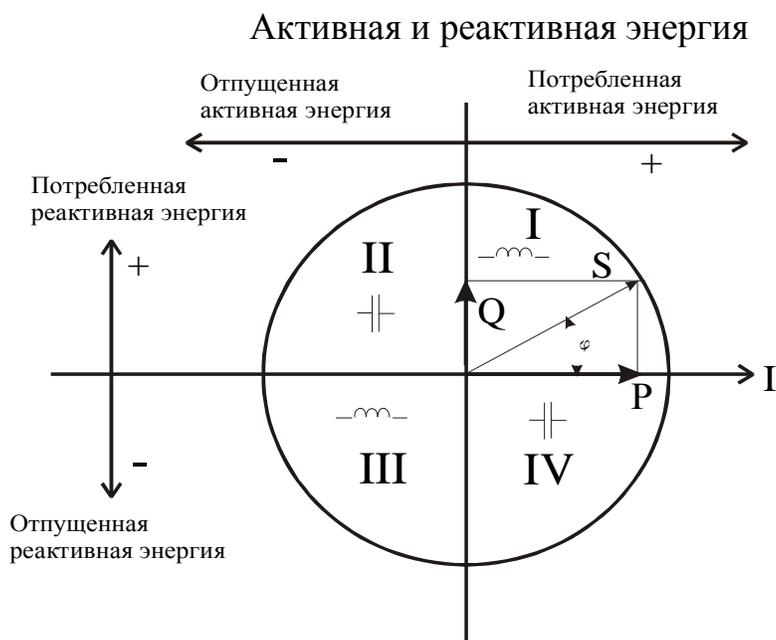

Рисунок 7.4
7.5.3 Прямое направление энергии (потребленная энергия) обозначается знаком \rightarrow или словом "Import" и соответствует углу между током и напряжением $90^\circ-0-270^\circ$ и приему электроэнергии на шины объекта (см. рисунок 7.4).
Обратное направление энергии (отпущенная энергия) обозначается знаком \leftarrow или словом "Export" и соответствует углу между током и напряжением $90^\circ-180-270^\circ$ и отдаче электроэнергии с шин объекта (см. рисунок 7.4).